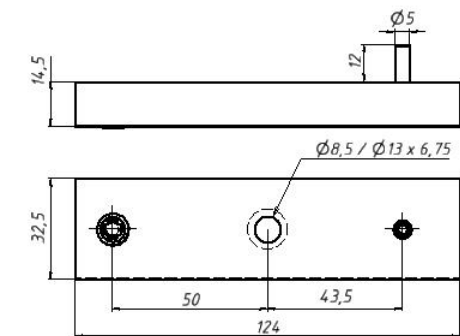

Рисунок 4 – Габариты якоря
5.4 Якорь замка устанавливается на двери напротив корпуса и закрепляется с помощью комплекта крепления якоря. Для этого в двери подготавливаются монтажные отверстия для штифта (Ø6 мм) и винта крепления (Ø10 мм) в соответствии с габаритным чертежом якоря (рисунок 4).